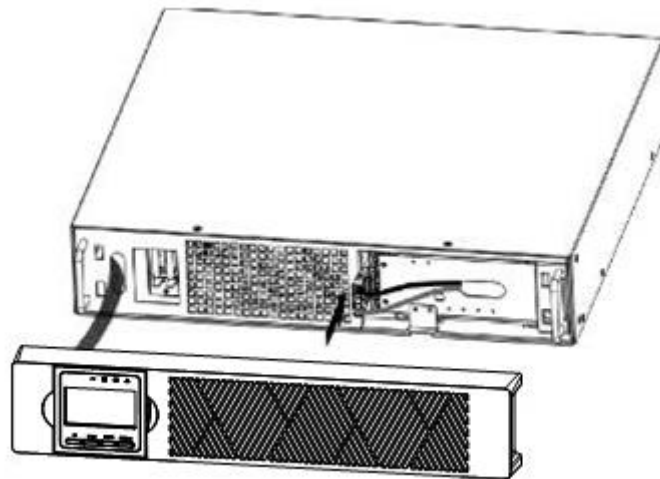

Abb. 2: Anschließen der internen Batterien der USV
- b) Schließen Sie den internen Batteriestecker an (Siehe Abb. 2).